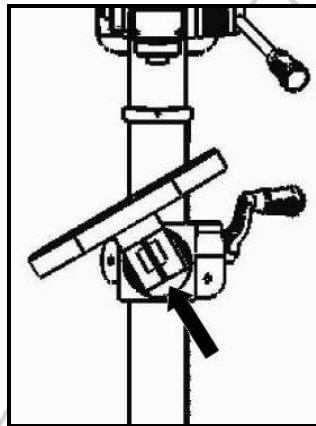

Abb. 16
- Lockern Sie den Klemmschrauben der Tischhalterung der sich an der Unterseite der Halterung befindet. Drehen Sie den Tisch in die gewünschte Lage und ziehen Sie die Klemmschraube wieder fest. (Abb.16)